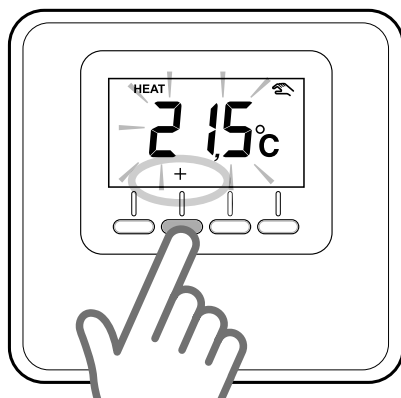

Рис. 5
Чтобы задать необходимое значение температуры в помещении, нажимайте кнопки регулировки «+» или «-» (Рис. 5). Для подтверждения нажмите кнопку ОК.
- Чтобы выбрать назначаемую зону, нажмите кнопки «+» или «-». (Рис. 5)